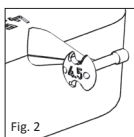

Fig. 2
■ **Fig. 1a, 1b/2** El Sizer Disk (Fig. 1a, 1b) para prótesis totales posee ocho calibradores (Sizer) individuales de diferente longitud (3.0-7.0 mm) dispuestos perimetralmente. En el reverso de cada calibrador se indica la correspondiente longitud (Fig. 2). Las muescas y orificios sirven para reducir el peso y mejorar la visión durante la medición en el oído medio.